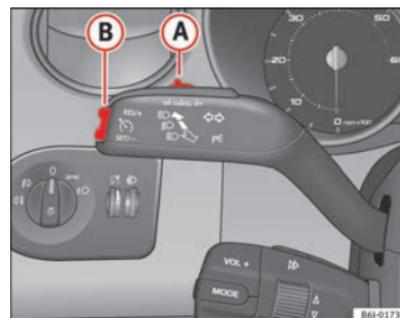

Fig. 106 Palanca de intermitentes y de luz de carretera: mando y tecla basculante para el regulador de velocidad
- Cuando se haya alcanzado la velocidad que se quiere programar, pulse brevemente la parte inferior de la tecla basculante **SET** ⇒ fig. 106 **B** una vez.